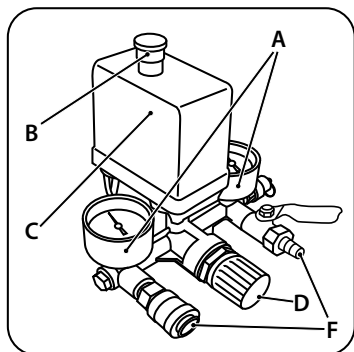

рис. 11
Компрессор работает полностью автоматически при помощи реле давления (C) (рис. 11), останавливающего двигатель по достижении максимального давления и запускающего компрессор при падении давления до минимального установленного уровня (на 2 бара меньше максимального рабочего давления).
Для правильного использования компрессора проверьте оптимальное значение давления для инструмента, которым вы должны пользоваться. При помощи выходного редуктора и манометра расхода выходного воздуха возможна регулировка выходного давления сжатого воздуха. Для выполнения этой операции нужно повернуть вентиль редуктора (D) по часовой стрелке для увеличения давления, а против часовой стрелки – для уменьшения давления. По окончании работы рекомендуется перевести значение выходного давления на нуль по манометру (A) (рис. 11). Эта операция нужна для предотвращения увеличения погрешности и быстрого износа редуктора.
Подключение пневматического инструмента к компрессору осуществляется с помощью выходного быстросъемного штуцера (F) (рис. 11).